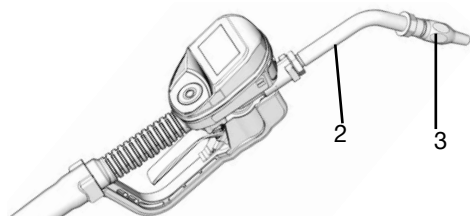

FIG. 9
1. Visser la buse (3) sur la rallonge (2) (FIG. 9).